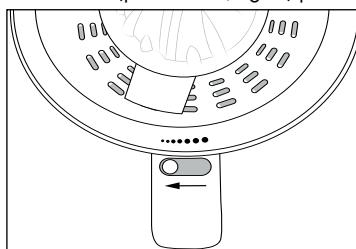
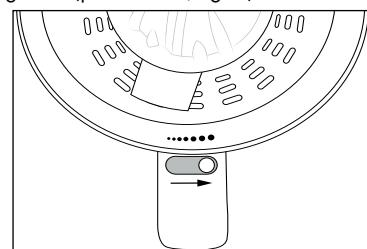

fig. 2
fig. 3
- ◆ Reglați cu ajutorul comutatorului selectiv **6** conținutul de pulpă al sucului de la fin (puncte mici, fig. 2) până la grosier (puncte mari, fig. 3).